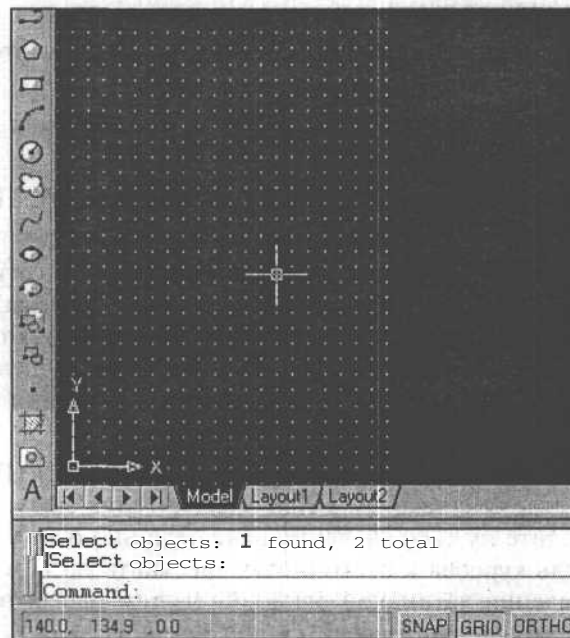

Рис. 2.8. Активизация вывода точечной сетки из статусной строки
3. Выберите в этом окне вкладку **Snap and Grid** (Шаг и сетка) и активизируйте вывод точечной сетки в пределах лимитов чертежа, для чего установите флажок **Grid On (F7)** (Сетка Вкл). Включать и отключать точечную сетку можно также потом вне диалогового окна щелчком мыши на кнопке **GRID (СЕТКА)** (рис. 2.8) в строке состояния или нажатием функциональной клавиши **<F7>**.
5. После ввода шага сетки по одной из осей координат нажмите клавишу <Enter> для выхода из диалогового окна, если шаг сетки по осям координат одинаковый. Значение шага по второй оси установится автоматически. В левом **нижнем** углу графической зоны экрана появится сетка (рис. 2.8).